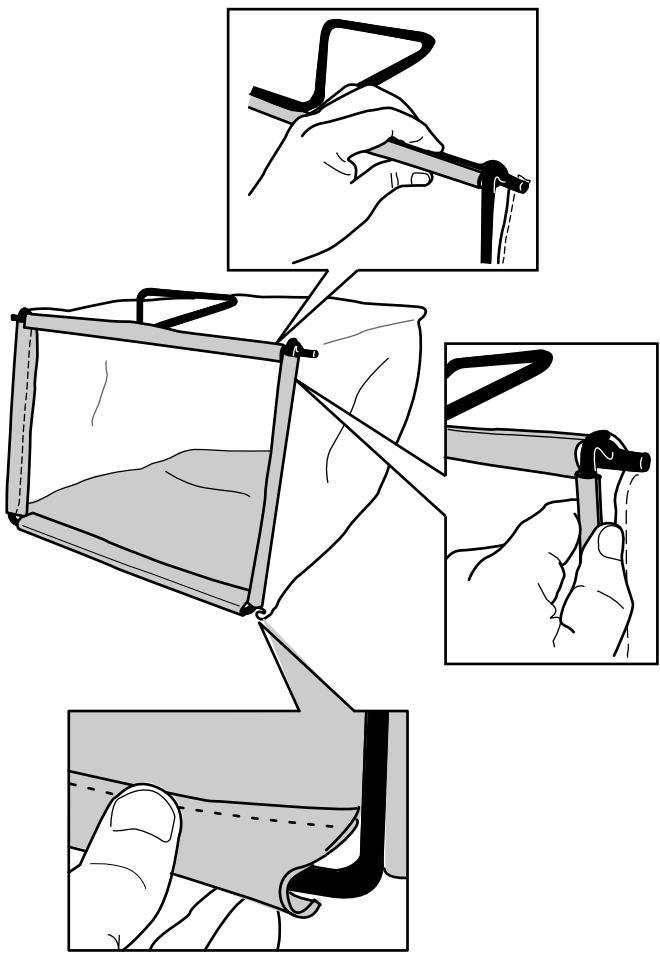

Figure 9
- Accrochez la glissière inférieure du bac au bas de l'armature (Figure 9).
- Accrochez les glissières supérieur et latérales du bac au sommet et sur les côtés de l'armature respectivement (Figure 9).